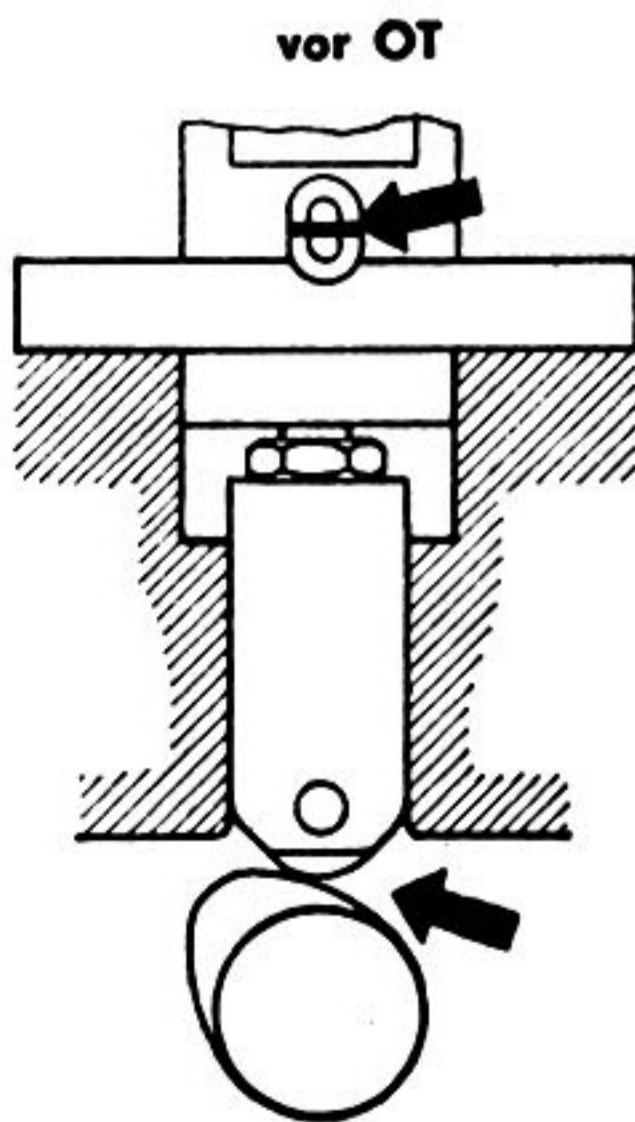

Bild 8
- b) Antriebsnocken, Stößel und Pumpenkolben müssen so zueinander eingestellt werden, daß sich bei der unter a) angegebenen Stellung des Motorkolbens die Strichmarken am Einstellfenster und an der Führungshülse decken (Bild 8). Außer-